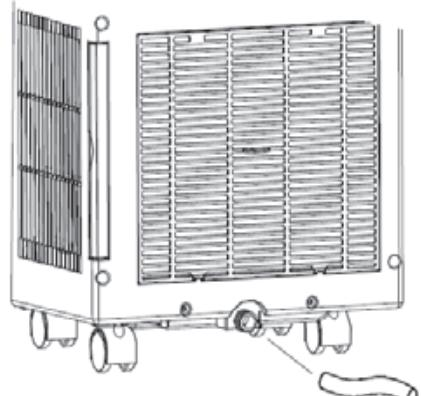

FIG.17
- Accouplez le bouton tournant d'écoulement avec la distribution d'eau et mettez l'autre fin ans un écoulement (FIG 17).